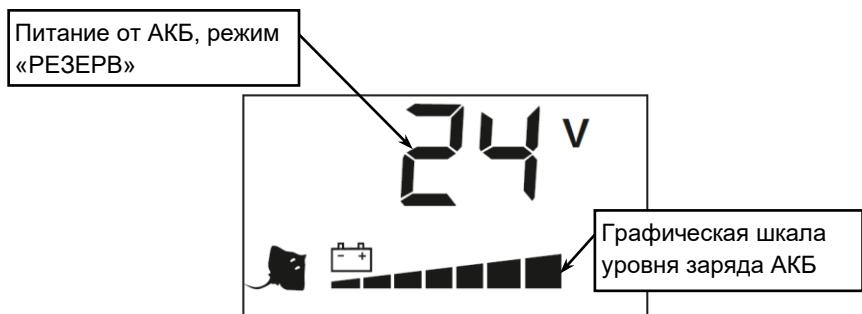

Рисунок 4 — Дисплей, режим «РЕЗЕРВ», пролонгация не включена, АКБ полностью заряжена
При отключении напряжения питающей сети или выходе напряжения сетевого электропитания за допустимые пределы, указанные в п.2 таблицы 1, включается вентилятор охлаждения и происходит автоматический переход на резервное питание нагрузки от АКБ. На дисплее отображается соответствующая информация (см. рисунок 4).
- Нажать и удерживать нажатой кнопку «ВКЛ/ВЫКЛ» до включения изделия. Изделие подаст напряжение на нагрузку в режиме «РЕЗЕРВ» (см. рисунок 4), включатся вентилятор охлаждения, а также светодиодные индикаторы «АКБ» и «ВЫХОД», индикатор «SKAT» продолжит светиться. Изделие анализирует напряжение входного сетевого электропитания.